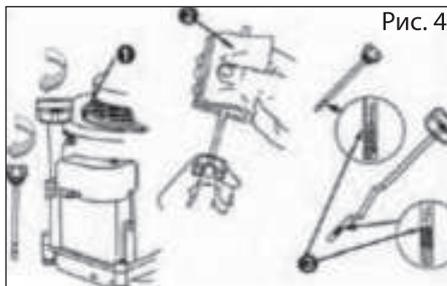

Рис. 4
- Протрите щуп см. рис. 4.
масло до уровня «FULL» см. рис. 4.